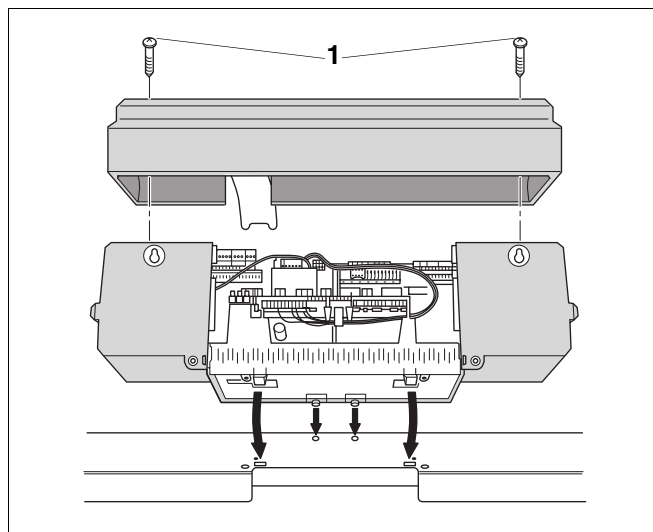
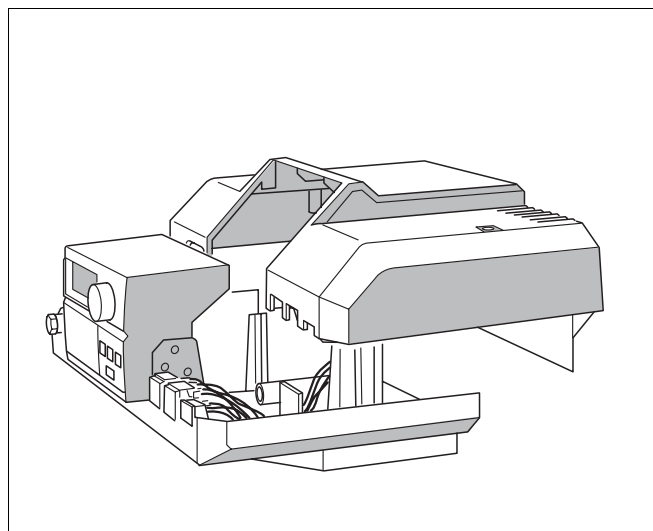

Fig. 14 Montering af instrumentpanelet Logamatic 4000
Fig. 15 Montering af instrumentpanelet Logamatic 2000
- Skru de to skruer (fig. 14, **pos. 1**) ud af klemmedækkappen ovenfra, og tag kappen af.
- Vip instrumentpanelet let fremover, og sæt det på, så indskydningskroge foran føres ind i de ovale huller. Skub instrumentpanelet fremad, og vip det bagover, til de to elastiske kroge til højre og venstre går i indgreb (pile-fig. 14).
- Sæt klemmedækkappen på, og skru den fast med 2 pladeskruer (fig. 14 og fig. 15).